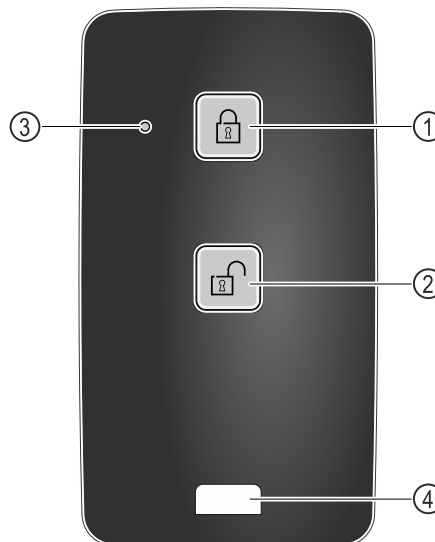

Fig. 219
- (1) Zablokování zámku
- (2) Odblokování zámku
- (3) Stavová LED
- (4) Upevňovací očko
- ▶ Na dálkovém ovládání stiskněte tlačítko Fig. 219 (1).
- ▶ Na dálkovém ovládání stiskněte tlačítko Fig. 219 (2).
- ▶ Stavová LED Fig. 219 (3) vydá při stisknutí tlačítka optickou zpětnou vazbu.
- ▶ Očko Fig. 219 (4) k upevnění dálkového ovládání, např. na svazek klíčů.